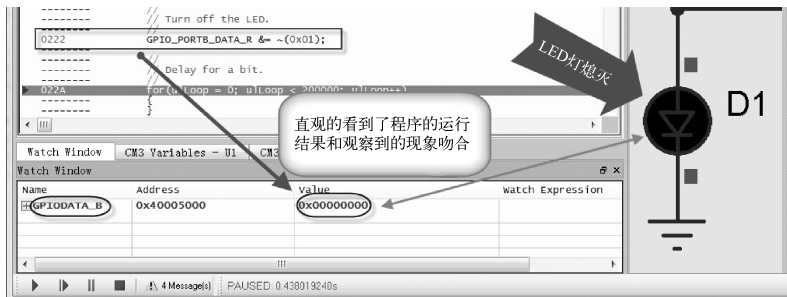

图 2-31 单步运行的结果与观察到的现象吻合（熄灭）
8) 继续单步，当执行完 0222 语句 GPIO_PORTB_DATA_R &= ~(0x01); 后，LED 灯熄灭且 GPIO_PORTB_DATA_R = 0。程序运行结果和观察的现象吻合，该条语句正确。如图 2-31 所示。